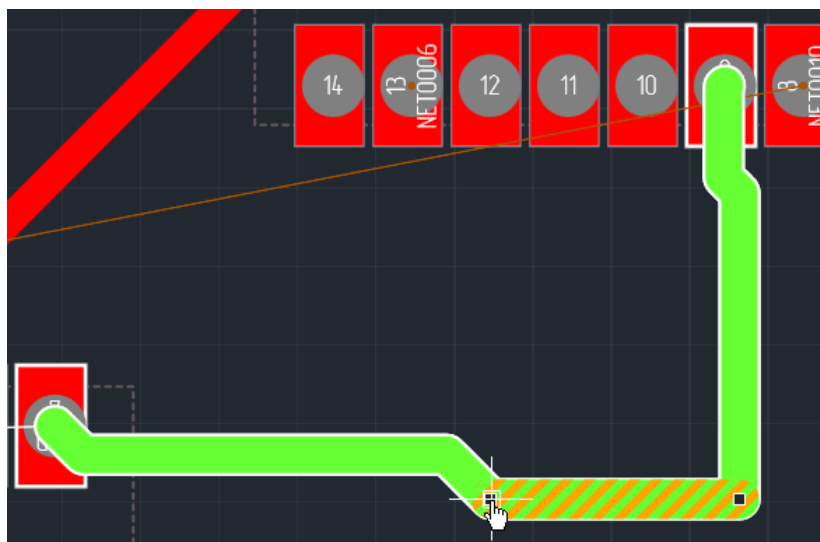

Рис. 205 Курсор при перемещении конечной точки сегмента
2. Навести курсор на конечную точку сегмента, которую требуется переместить, при этом курсор должен изменить свою форму, см. Рис. 205.